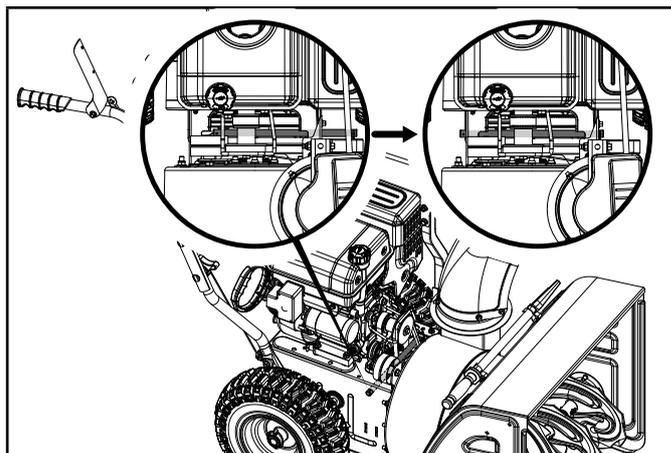

Figure 36
11. Réassemblez la tige de support en poussant en place et assurez-vous qu'il est correctement engagé dans le disque de friction puis remplacez la rondelle et la goupille de blocage. (figure 36)